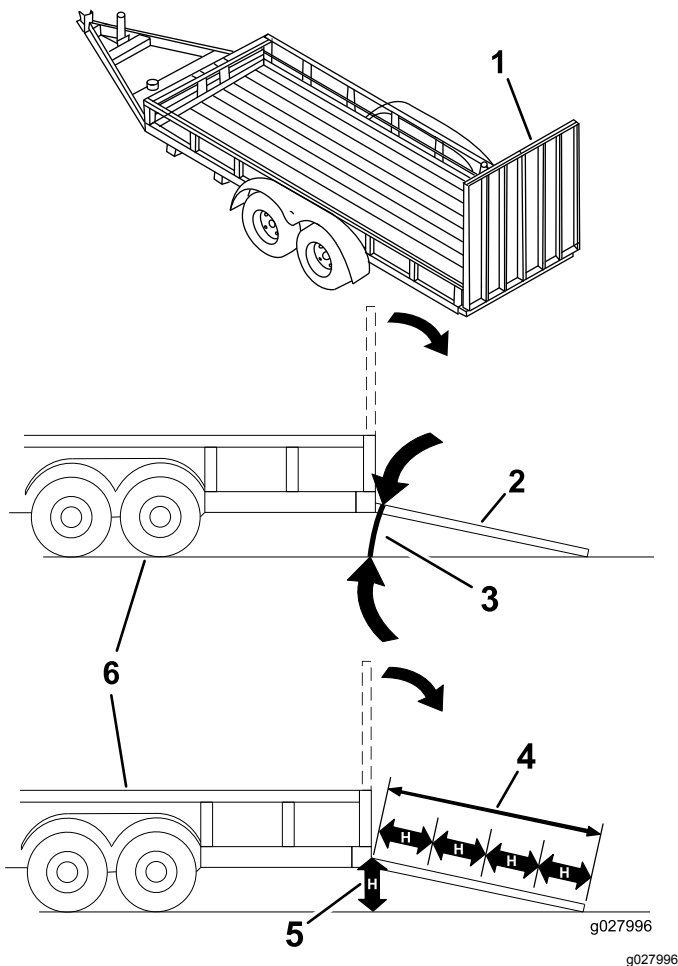

Figure 40
**Le chargement de la machine sur une remorque ou un camion augmente le risque de basculement, et donc de blessures graves ou mortelles (Figure 40).**
1. Abaissez la rampe pour que l'angle avec le sol ne dépasse pas 15 degrés (Figure 40).